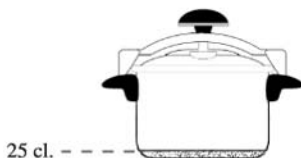

FIG.A3
3. La cantidad mínima de agua que debe usar para cocinar es de 250 mililitros (1/4 de litro). (FIG. A3)